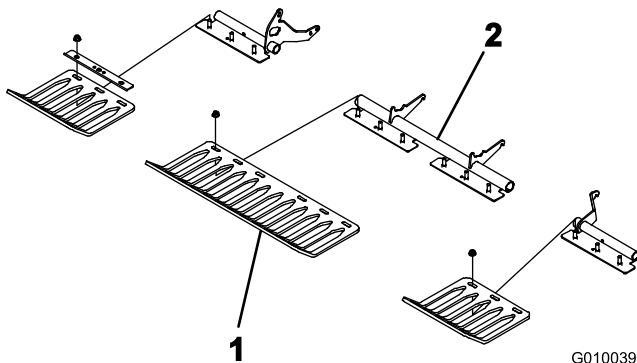

Figura 24
3. Instale provisionalmente los protectores de césped en los soportes de los protectores de césped con 4 abrazaderas y 12 tuercas con arandela prensada (Figura 24). No apriete los herrajes.
**Nota:** Las abrazaderas de los protectores de césped y las tuercas con arandela prensada se envían sujetos a los soportes de los protectores de césped (Figura 24).